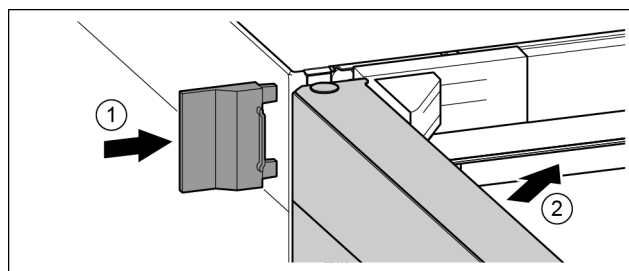

Fig. 25
- ▶ Buitenste afdekking erop schuiven. Fig. 25 (1)
- ▶ Bovenste deur sluiten. Fig. 25 (2)